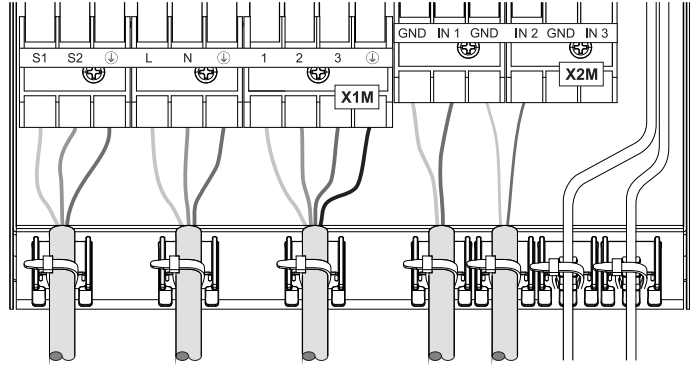

Bild 4-8 Zugentlastung durch Kabelbinder
- Für alle an die DAIKIN EKHP angeschlossenen Kabel muss im Regelungsgehäuse mittels Kabelbinder eine wirksame Zugentlastung sichergestellt werden (siehe Bild 4-8 bis 4-10).